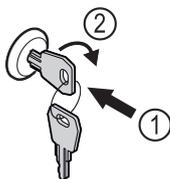

Fig. 58 Representación a modo de ejemplo
- ▶ Introducir la llave Fig. 58 (1).
- ▶ Girar la llave 90° en sentido horario Fig. 58 (2).